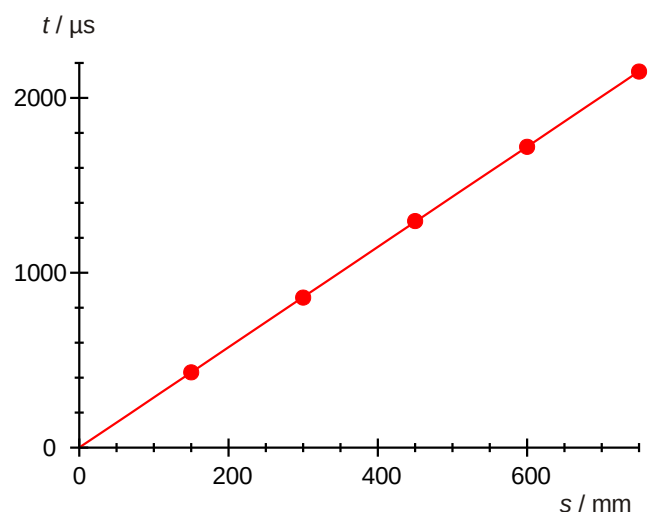

Fig. 3: Schalllaufzeit t in Luft in Abhängigkeit von der Laufstrecke s bei Raumtemperatur.
- Die gemessenen Laufzeiten t gegen die eingestellten Abstände s in einem Diagramm auftragen (Fig. 3).